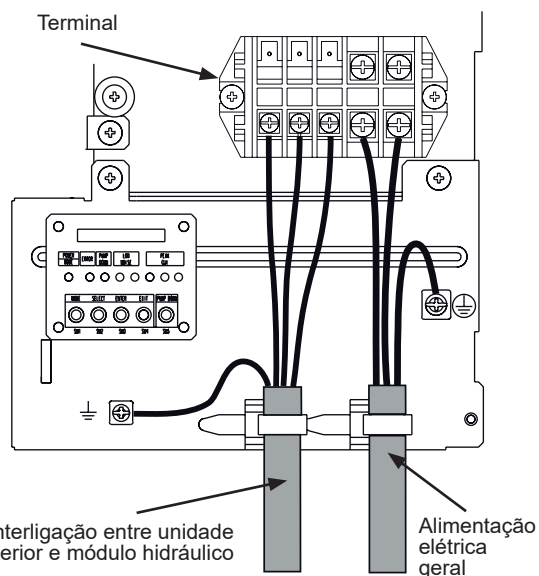
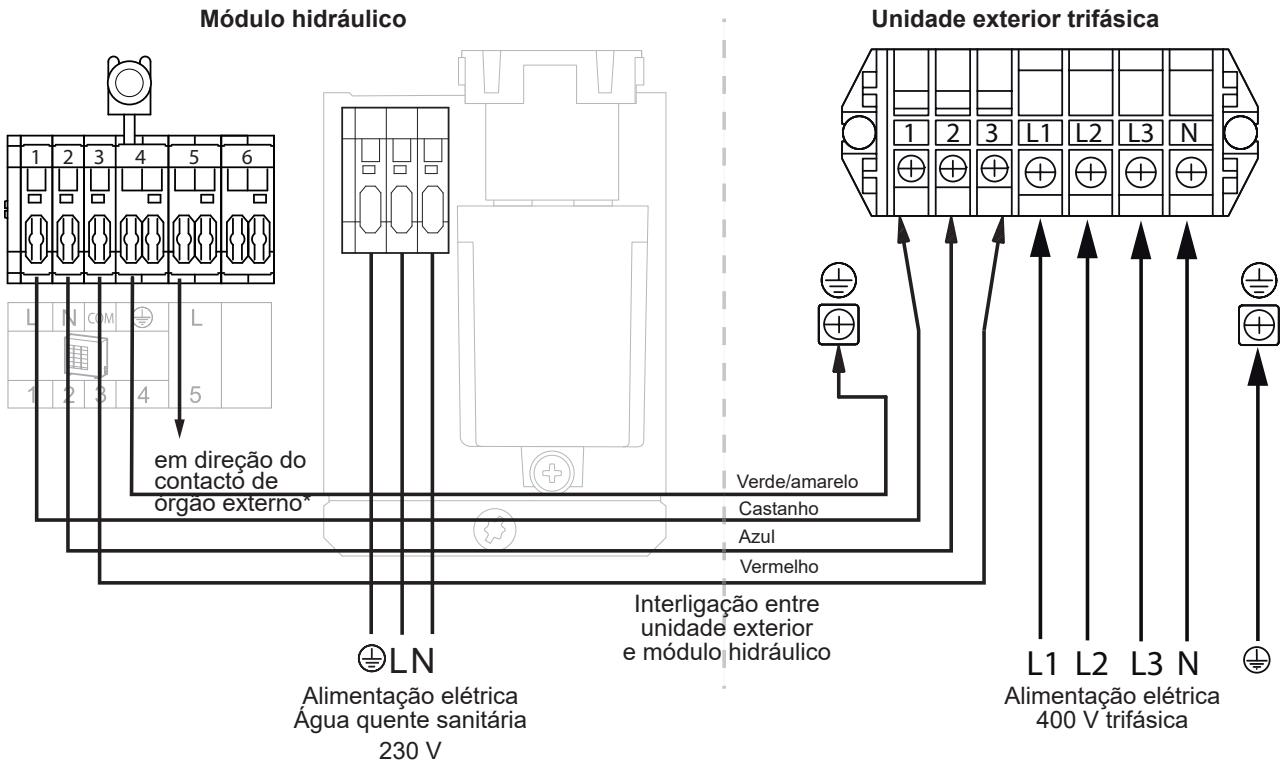

fig. 39 - Conexões ao bloco terminal da unidade exterior monofásica
fig. 45 - Ligação aos blocos terminais e relé de potência
- Efetuar as ligações segundo os esquemas fig. 39 e fig. 45, página 40.
- Efetuar as ligações segundo o esquema **fig. 45, página 40**.